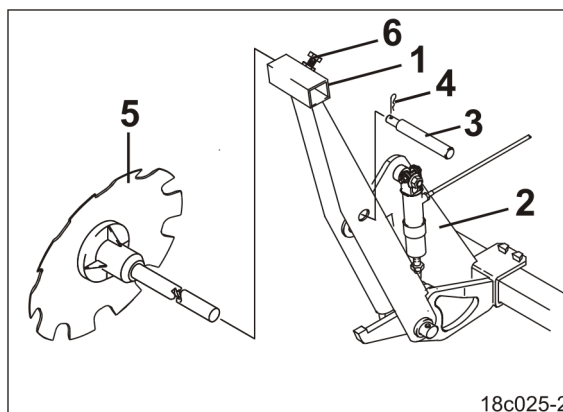

Fig. 213
2. Sæt sporskiveholderen (Fig. 213/1) fast på transportholderne (Fig. 213/2).
3. Sikr bolten (Fig. 213/3) med fjedersplitter (Fig. 213/4).
4. Løsn fastgørelsesskruen (Fig. 213/6).
5. Træk sporskiven (Fig. 213/5) ud af sporskiveholderen (Fig. 213/1), og før den med i et egnet opbevaringsrum.